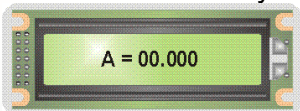

Рис. 4.1. Вид ЖКИ БУК при вводе градуировочных коэффициентов
4.3. Нажать кнопку «5», затем «Ввод», при этом на ЖКИ БУК откроется окно для ввода численного значения коэффициента А (см. рис. 4.1), при этом мигающий курсор указывает разряд числа, который будет отредактирован при очередном нажатии цифровой кнопки.